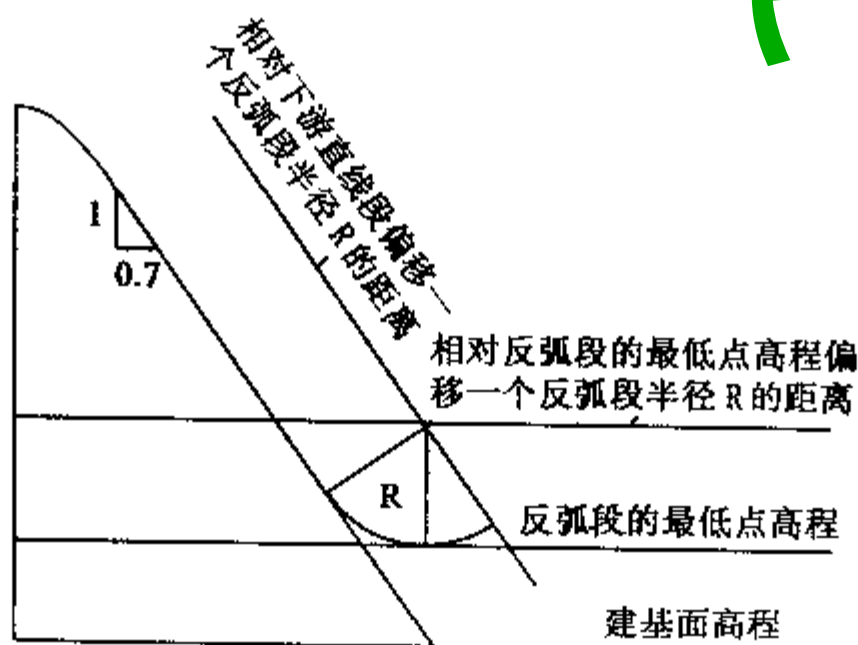

图 5-13 下游直线段和反弧段绘制示意图
2. 下游 1:0.7 的直线段、反弧段的绘制可参见图 5-13。